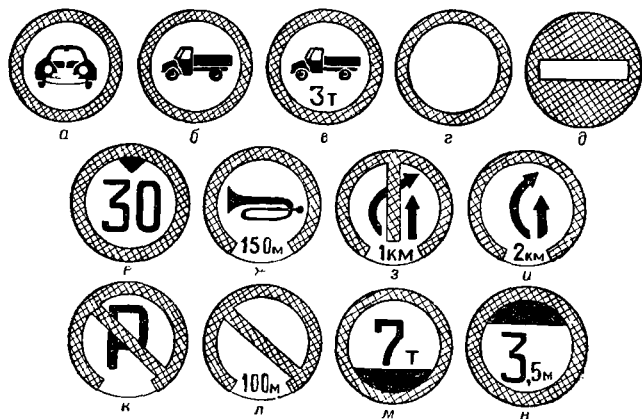

Рис. 174. Знаки запрещающие:
**«Автомобильное движение запрещено»** (рис. 174, а). Этот знак запрещает сквозное движение автомобилей всех типов; запрещение распространяется на тракторы, тягачи и самодвижущиеся дорожные машины.
**«Грузовое движение запрещено»** (рис. 174, б и в). Этот знак, изображенный на рисунке 174, б, запрещает сквозное движение всех грузовых автомобилей и гужевого транспорта, независимо от того, следуют они с грузом или без груза.
Если не требуется полностью запрещать движение грузовых автомобилей, а нужно только ограничить движение автомобилей большой грузоподъемности, то на знаке числом и буквой указывается грузоподъемность в тоннах (рис. 174, в). По улицам, где установлен такой знак, запрещается сквозное движение автомобилей, номинальная грузоподъемность которых равна указанной на знаке или больше ее, независимо от того, следуют они с грузом или без груза; также запрещено сквозное движение тракторов, тягачей и самодвижущихся дорожных машин.
**«Сквозной проезд запрещен»** (рис. 174, г). Этот знак запрещает сквозное движение нерельсового транспорта, за исключением маршрутного автобуса и троллейбуса. Знак не пре-
**«Въезд запрещен»** (рис. 174, д). Этот знак запрещает дальнейшее движение нерельсового транспорта всех видов, но не препятствует движению ручных тележек и пешеходов, ведущих велосипеды.
**«Ограниченная скорость движения»** (рис. 174, е). Этот знак запрещает движение со скоростью, превышающей указанную на знаке (цифры на знаке могут быть и другие, в зависимости от условий движения).
**«Подача звукового сигнала запрещена»** (рис. 174, ж). Этот знак устанавливают возле больниц, санаториев, научно-исследовательских учреждений и в других местах, где недопустим излишний шум.
**«Обгон запрещен»** (рис. 174, з). Этот знак запрещает водителям нерельсового транспорта всех видов обгонять какой-либо механический транспорт. В Москве разрешается обгонять тракторы, тягачи, самодвижущиеся строительные и дорожные механизмы и машины, а также транспорт, движущийся с пониженной скоростью (15 км/час) из-за технической неисправности.
**«Обгон грузовым автомобилям запрещен»** (рис. 174, и). Этот знак запрещает шоферам грузовых автомобилей, независимо от их типа и грузоподъемности, обгонять какой-либо механический транспорт.
**«Стоянка запрещена»** (рис. 174, к). Этот знак запрещает длительную стоянку транспорта и допускает лишь кратковременную остановку (посадить или высадить пассажиров, уложить или снять груз), если эта остановка не нарушает нормальных условий движения.
**«Остановка запрещена»** (рис. 174, л). Этот знак запрещает даже кратковременную остановку транспорта.
Зона действия каждого из шести последних запрещающих знаков (рис. 174, *е—л*) может распространяться:
а) на расстояние, указанное в нижней части знака, в метрах (буква «м», как на знаках рис. 174, *ж* и *л*) или в километрах (буквы «км», как на знаках рис. 174, *з* и *и*); расстояния указываются в зависимости от условий движения;
б) до следующего перекрестка, если расстояние на знаке не указано и красная кайма не сомкнута в нижней части знака (как на знаке рис. 174, *к*).
в) до ближайшей площади или пересечения магистральной улицы, если красная кайма нанесена по всему периметру знака (как на знаке рис. 174, *е*);
«Ограничение веса» (рис. 174, *м*). Этот знак категорически запрещает движение транспорта, полный вес которого (брутто) превышает величину, указанную на знаке (в тоннах).
«Ограничение габаритной высоты» (рис. 174, *н*). Этот знак запрещает движение любого транспорта, высота которого, считая от поверхности дороги, с грузом или без груза превышает величину, указанную на знаке (в метрах). Зона действия
Если в местах, огражденных каждым из двух последних знаков (рис. 174, *м* и *н*), нет объездных путей, то в начале перегона (разу же за предшествовавшим перекрестком) или в начале отдаленного объездного пути с целью предупреждения водителей устанавливается соответствующий дублирующий знак.